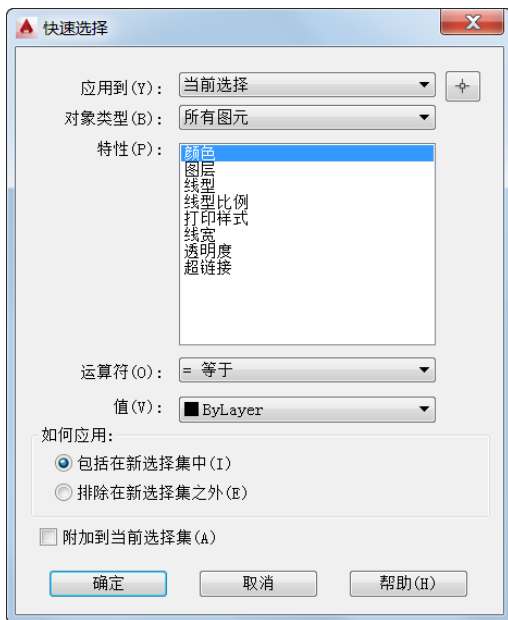

图 9-2 “快速选择”对话框
- “快速选择”按钮：单击此按钮，将弹出图 9-2 所示的“快速选择”对话框，通过该对话框定义选择集来快速选择所需的对象。